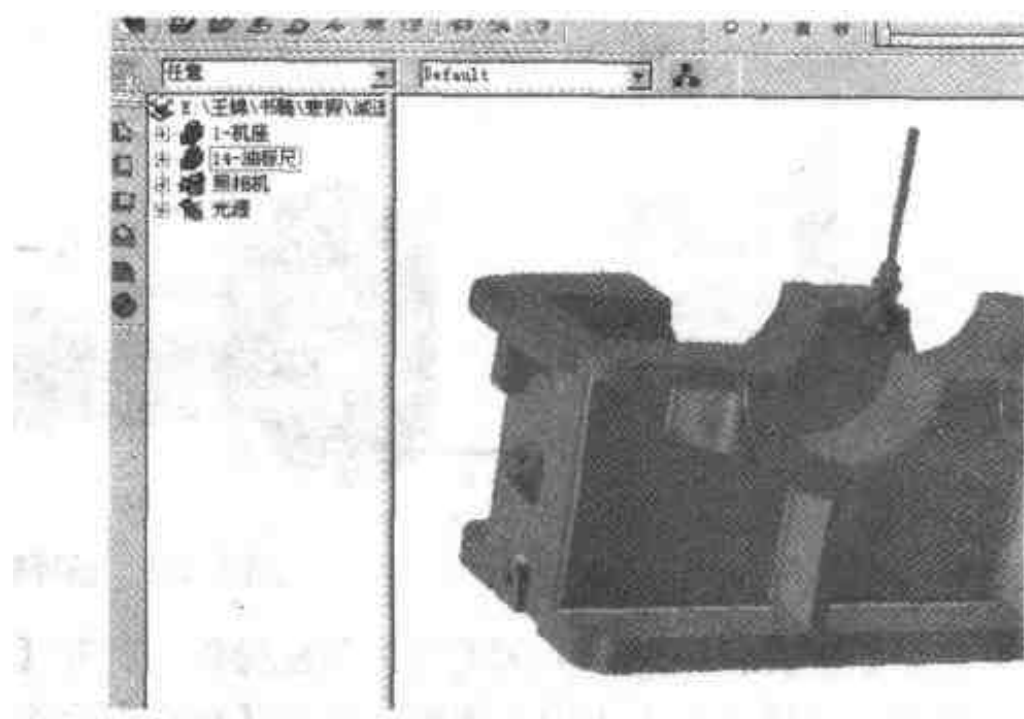

图 3.133 插入油标尺
- (3) 选择【文件】|【插入】|【零件/装配】命令，然后在所附光盘中找到 score\example\jixie\3\减速机装配\油标尺.ics 文件，单击【打开】按钮。
- (4) 在右侧零件树上将零件名称改为“14-油标尺”，结果如图 3.133 所示。
- (5) 利用【无约束装配】工具将油标尺安装到机座上。使用【无约束装配】工具时只需要注意配合表面就可以了，在这里为了使配合表面比较清晰，先将油标尺向配合位置适当移近。